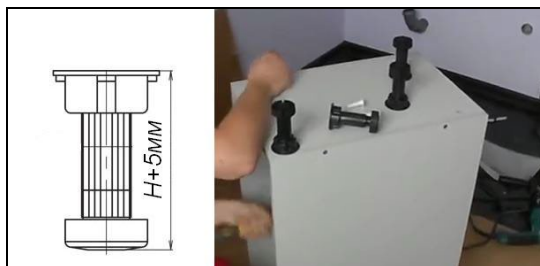

Рис. 5
1. Закрепить на нижних плоскостях столов регулируемые опоры шурупами 3,5x17 мм (опоры размещаются в соответствии с разметкой, нанесённой на днищах столов: разметка может быть нанесена маркером, либо это может быть неглубокое отверстие, обозначающее центр опоры (Рис. 5)). Вывинтить опору на расстояние превышающее высоту цоколя на 5 мм.